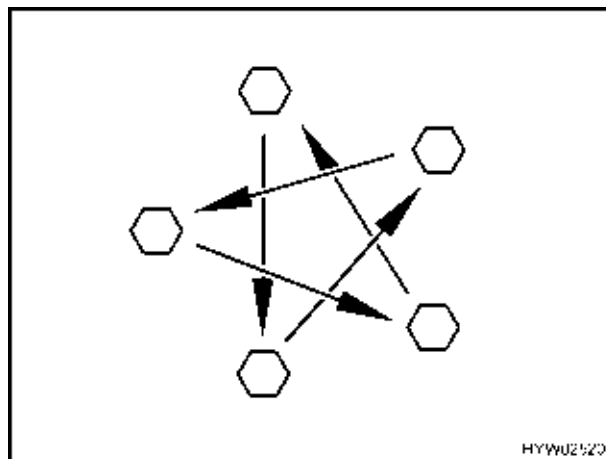

Fig. 118 Serrare a croce i dadi o i bulloni delle ruote
- Controllare regolarmente il serraggio dei dadi o dei bulloni. Regolare a croce (Fig. 118) il serraggio dei dadi o dei bulloni di una ruota sostituita dopo circa 50 km. Per il valore della coppia di serraggio consultare il paragrafo Coppia di serraggio.
- ▷ Serrare a croce i dadi o i bulloni delle ruote (Fig. 118). Per il valore della coppia di serraggio consultare il paragrafo Coppia di serraggio.